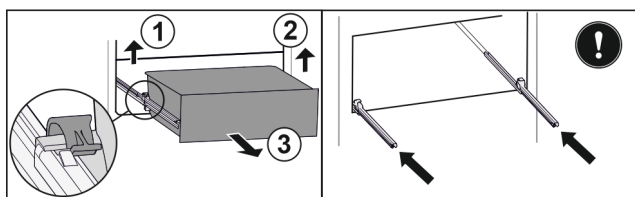

Fig. 157
- Sollevare il morsetto sinistro e allo stesso tempo tirare in avanti il cassetto sinistro. Fig. 157 (1)
- Sollevare il morsetto destro e allo stesso tempo tirare in avanti il cassetto destro. Fig. 157 (2)
- Rimuovere il cassetto tirandolo in avanti. Fig. 157 (3)